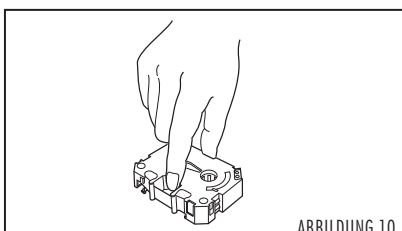

ABBILDUNG 10
2. Öffnen Sie die vordere Abdeckung. Halten Sie die Kassette so, dass die Seite mit dem Buchstaben "B" nach oben zeigt. Nehmen Sie die Mitte der Kassette zwischen Daumen und Zeigefinger (Abb. 10).